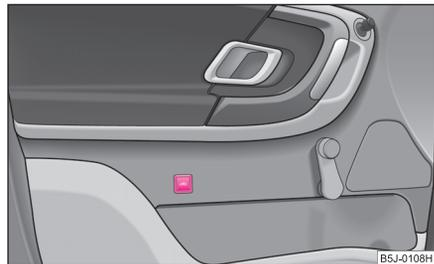

Abb. 27 Taste der Innenraumüberwachung
- Drücken Sie die Taste  an der Fahrertür  $\Rightarrow$  Abb. 27.